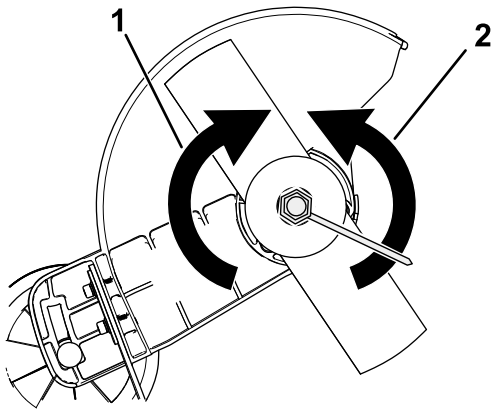

Figura 10
3. Retire la tuerca de la cuchilla girándola en sentido antihorario usando una llave (Figura 10).
6. Apriete la tuerca de la cuchilla girándola en sentido antihorario con una llave (Figura 10).